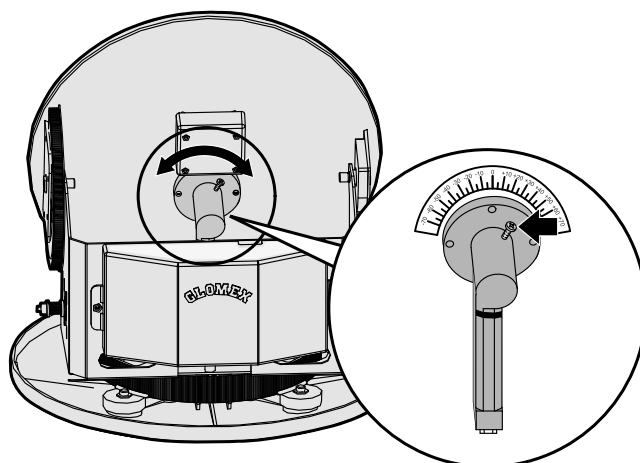

Fig. 25
- desserrer la vis pour le fixage du LNB au disque (voir **Fig. 25**) et déplacer manuellement le disque, en recherche du paramètre de la qualité du signal du récepteur numérique utilisé comme